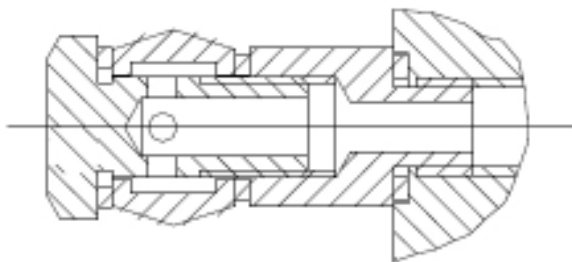

Fig.38 Abb.38
2. Connettere l'unità idraulica al circuito tramite un tubo flessibile (fig.38).
2. Connect the hydraulic unit to the circuit crossing with a flexible pipe (Fig.38).
2. Brancher l'unité hydraulique au circuit par l'intermédiaire d'un tuyau flexible (Fig. 38).
2. Conectar la unidad hidráulica al circuito mediante un tubo flexible (fig. 38).